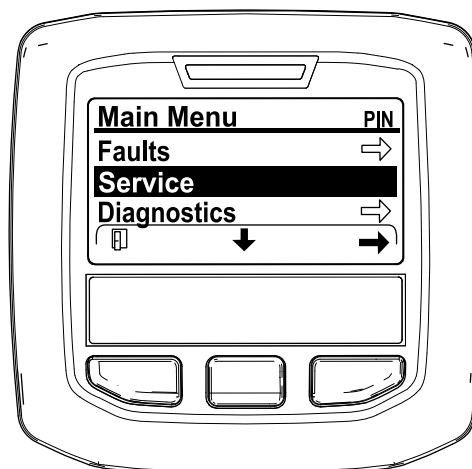

図 42
2. メインメニューMAIN MENU画面で、中央ボタンを押して整備SERVICEメニューへ移動し、右ボタンで整備SERVICEを選択する 図 42。